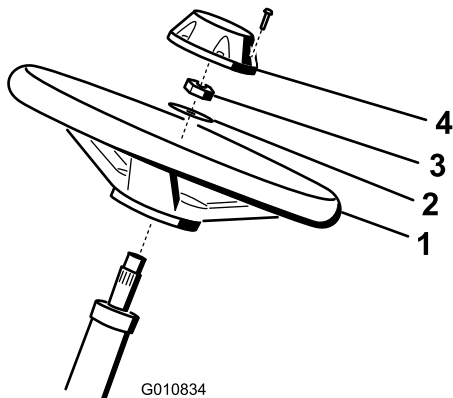

Bild 5
1. Schieben Sie das Lenkrad auf die Lenkwelle (Bild 5).
2. Schieben Sie die Scheibe auf die Lenkwelle (Bild 5).
3. Befestigen Sie das Lenkrad mit einer Klemmmutter und ziehen es auf 27-35 Nm an (Bild 5).
4. Montieren Sie den Deckel mit der Schraube am Lenkrad (Bild 5).